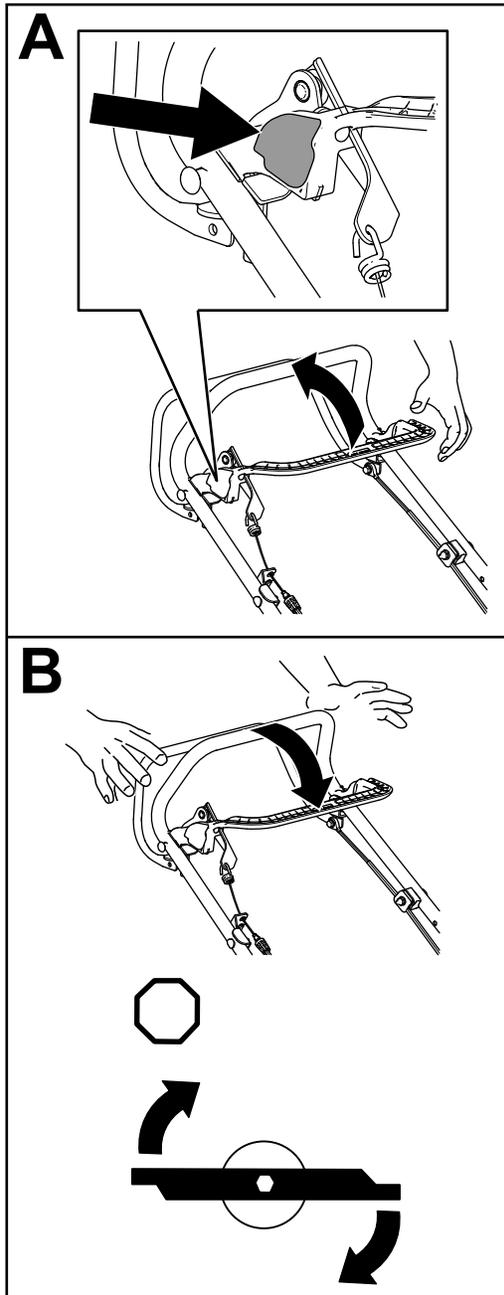

Figura 19
1. Pressione e segure o botão de bloqueio de controlo da lâmina para engatar a bobina de controlo da lâmina (A da Figura 19).
2. Enquanto pressiona o botão, puxe a bobina de controlo de lâmina para o pega; a lâmina deve engatar (A de Figura 19).
3. Liberte a pega de controlo da lâmina para desengatar a lâmina (B da Figura 19). O botão de bloqueio de controlo de lâmina é reiniciado.